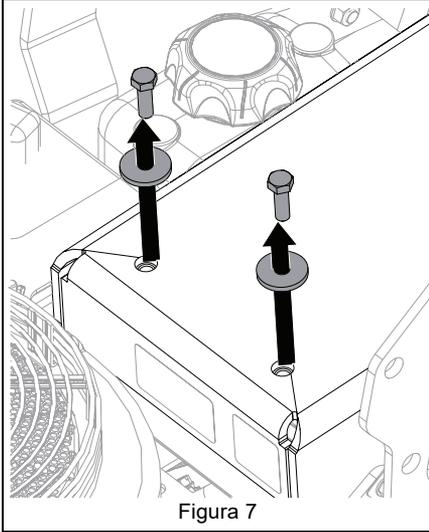

Figura 7
11. Quitar dos pernos hexagonales y dos arandelas planas de acero del soporte del asiento. Conservarlos para el montaje posterior. Consulte Figura 7.